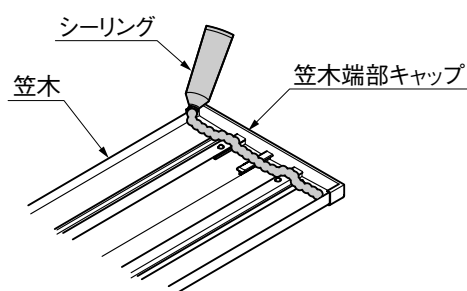

図13-8
- ❷ 笠木を裏返し、指定の箇所にシーリングをしてください。（図13-8参照）